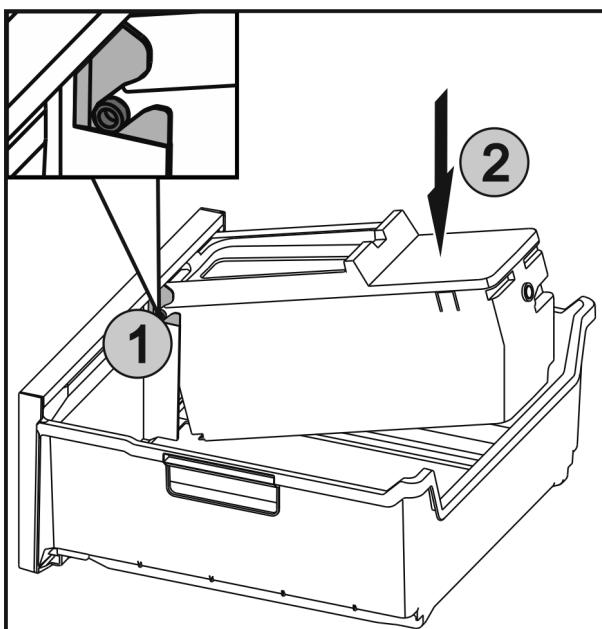

Fig. 58
- ▶ Umetnute osovine Fig. 58 (1) na EasyTwist-Ice-u u vodilice i prisnite stražnju stranu Fig. 58 (2) dok se spojnica ne uglavi.